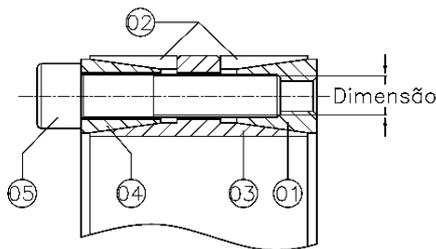

Fig. 1
- II. É recomendado soltar todos os parafusos que por motivo de transporte encontram-se apertados no anel. Estes parafusos não necessitam ser retirados do conjunto, basta que estejam presos a poucos filetes da rosca do anel traseiro. (Fig. 1 – Pos. 1)
Os elementos de fixação para serem reutilizados, devem estar limpos e levemente oleados, e as superfícies de contato em perfeitas condições de montagem (fig. 1).